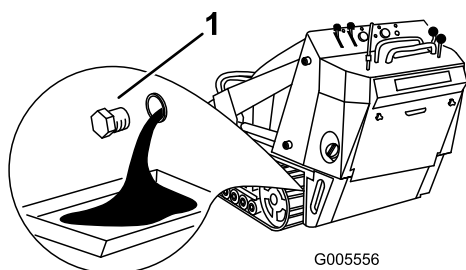

Рисунок 33
4. Снимите заглушку слива (Рисунок 33).